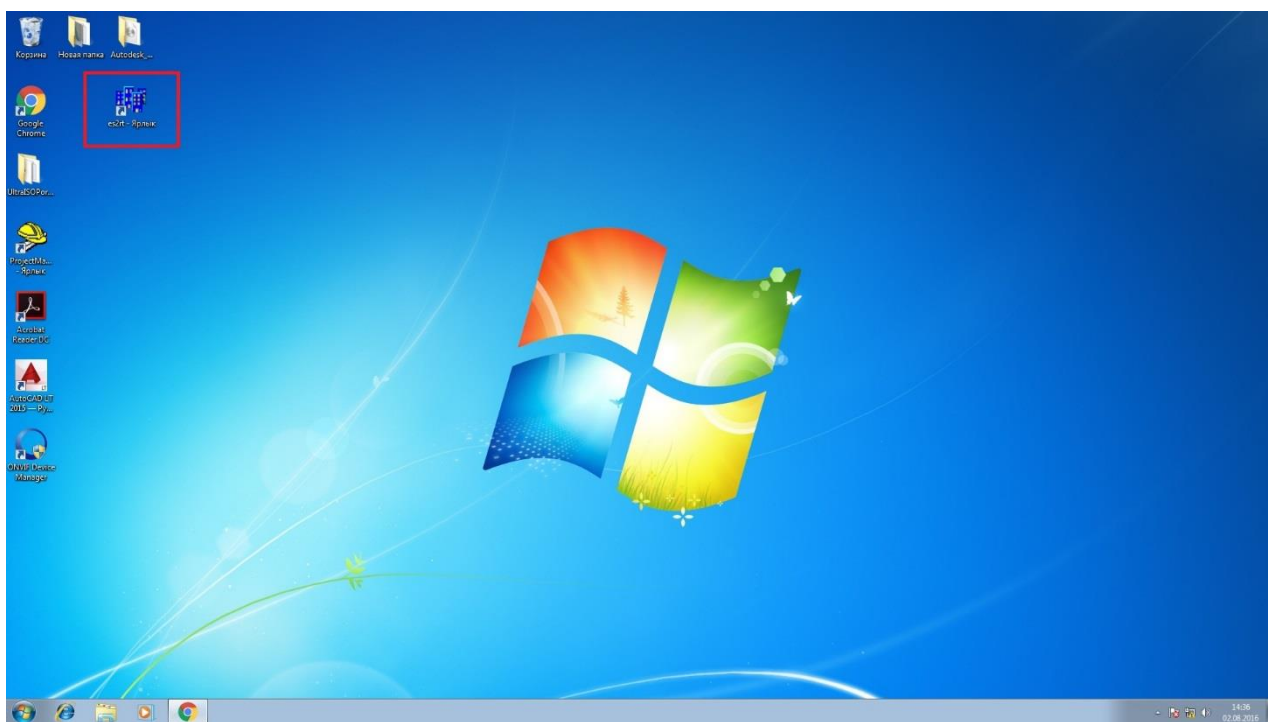

Рисунок 1. Запуск рабочего места.
- Запустите ярлык es2rt-Ярлык на рабочем столе(см. Рисунок 1).